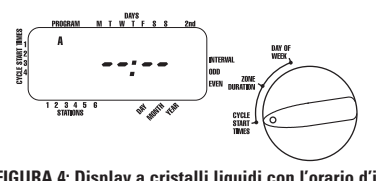

FIGURA 4: Display a cristalli liquidi con l'orario d'inizio
- Il modo in cui si imposta il ciclo dell'orario di inizio è lo stesso per entrambi i programmi. Portare il disco combinatorio sulla posizione **CYCLE START TIMES** (orari dell'inizio del ciclo) nel programma che si vuole impostare. Il display visualizzerà una A o una B a seconda del programma che si è selezionato. Il display visualizzerà --; - e un cursore lampeggiante nella posizione **CYCLE START TIMES 1** [vedere figura 4].